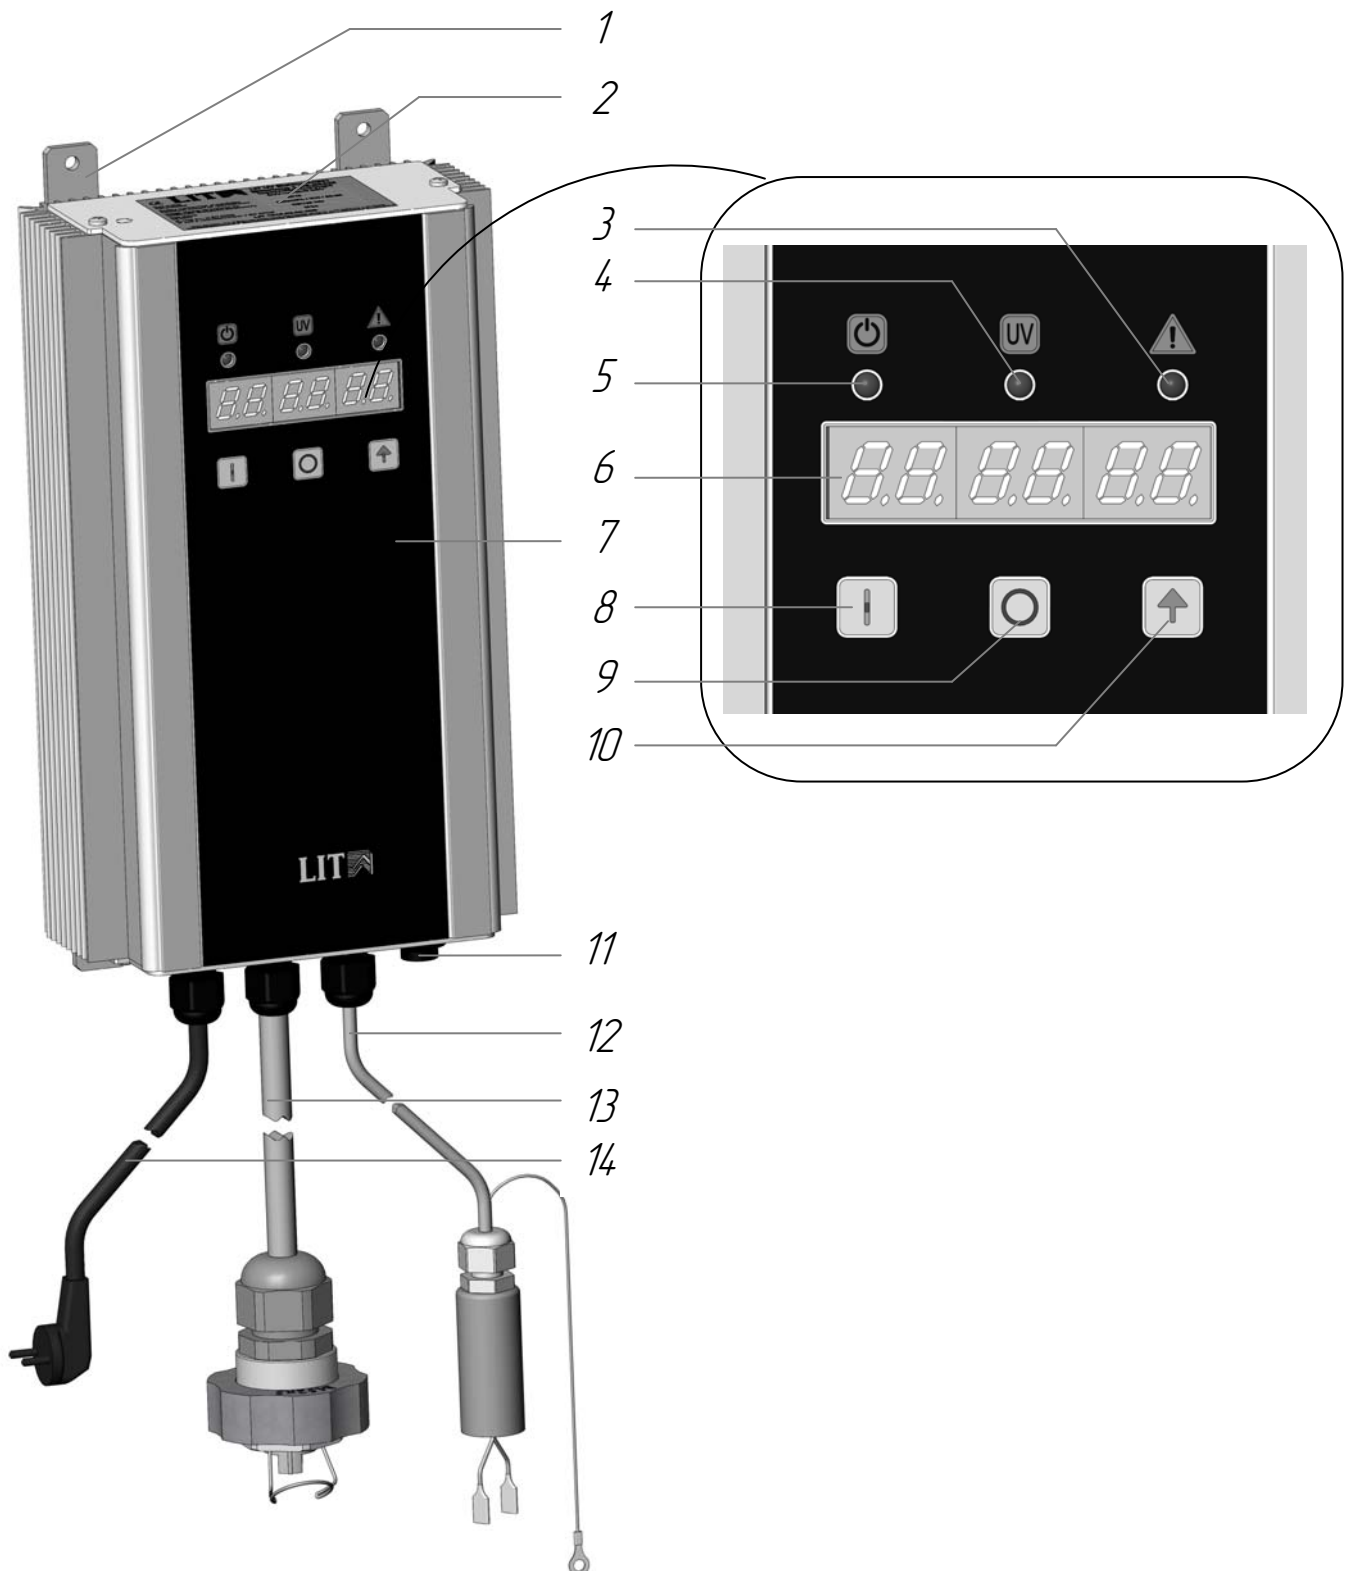

Рисунок 2. Пульт управления
- ПУЛЬТ УПРАВЛЕНИЯ (см. Рисунок 2) предназначен для управления установкой и контроля за её работой, а также для размещения электронного пускорегулирующего аппарата (ЭПРА).
Пульт управления обеспечивает выключение УФ лампы при обнаружении аварийных состояний с отображением на дисплее 6 (см.Рисунок 2) кода ошибки. В таблице 4 представлены сообщения об ошибках, вероятные причины и методы их устранения. Ошибки с кодами «Е» и «F» сбрасываются только отключением питания пульта управления. При других ошибках пульт управления можно выключить нажатием кнопки  или повторно перезапустить нажатием кнопки .
| Error0 | Перегрев камеры обеззараживания | Проверить поступление воды в установку, проверить контакты термостата. После устранения причины перегрева включить пульт управления в сеть и произвести включение УФ лампы нажатием кнопки  (поз. 8 см. Рисунок 2). |
| Error1 | Перегрев пульта управления | Проверить соблюдения температурного режима и вентиляции вблизи пульта управления. После устранения причины перегрева включить пульт управления в сеть и произвести включение УФ лампы нажатием кнопки  (поз. 8 см. Рисунок 2). При повторении – на ремонт. |
| Error4 | Самопроизвольное погасание лампы ¹ | Перезапустить пульт управления нажатием кнопки  (поз.8 Рисунок 2). Заменить лампу (см. п.8.1, п.8.2). |
| Error6 | Неисправность пульта управления | Перезапустить пульт управления нажатием кнопки  (поз.8 Рисунок 2). При повторении – на ремонт. |
| Error8 | Не определена | Перезапустить пульт управления нажатием кнопки  (поз.8 Рисунок 2). При повторении – на ремонт. |
| ErrorC | Бесконечный прогрев | Перезапустить пульт управления нажатием кнопки  (поз.8 Рисунок 2). При повторении 3- на ремонт. |
| Errord | Пульт управления не включается | Перезапустить пульт управления нажатием кнопки  (поз.8 Рисунок 2). При повторении – на ремонт. |
Пульт управления имеет возможность дистанционной блокировки работы лампы с отображением на дисплее (поз. 6 см. Рисунок 2) сообщения «».
Допускается использование контакта реле или электронного ключа с падением напряжения не более 2В при токе 5мА. Если во время работы произойдет размыкание цепи дистанционного выключения, лампа выключится, световой индикатор «работа» «» (см. Рисунок 2) погаснет, а на дисплее 6 (см. Рисунок 2) отобразится надпись «». При замыкании цепи пульт управления, если до этого он был включен вручную, автоматически перейдет в режим предварительного прогрева и далее работы лампы.
Пульт управления имеет встроенный счетчик времени наработки лампы в часах. При наработке более 12000 часов дисплей 6 (см. Рисунок 2) мигает, сигнализируя о необходимости замены лампы. Точность подсчета времени $\pm 3\%$. После замены УФ лампы на новую счетчик наработки нужно обнулить.